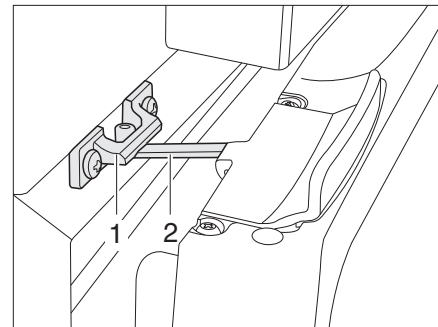

Fig. 253 Porte du réfrigérateur en position de ventilation (Thetford)
- Ouvrir le verrouillage (Fig. 253,2) et l'enclencher dans le logement de verrouillage (Fig. 253,1). La porte du réfrigérateur reste ainsi légèrement ouverte.